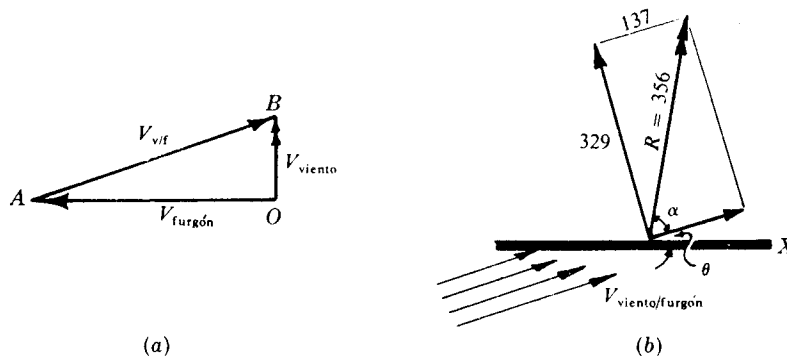

Fig. 11-14
La Fig. 11-14(a) indica esta relación vectorial, es decir,
Con referencia a la Fig. 11-14(b), la fuerza resultante = $\sqrt{(329)^2 + (137)^2} = 356 \text{ kg}$, formando un ángulo $\alpha = \text{arc tg}(329/137) = 67,4^\circ$. De aquí, el ángulo con el eje longitudinal (eje X) será $19,6^\circ + 67,4^\circ = 87,0^\circ$.